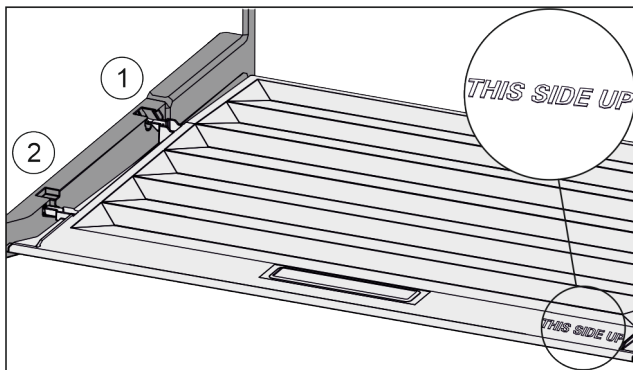

Fig. 39
- ▶ Introduzca los nervios de la tapa por la abertura del soporte trasero Fig. 39 (1) y encájelos por delante en el soporte Fig. 39 (2).